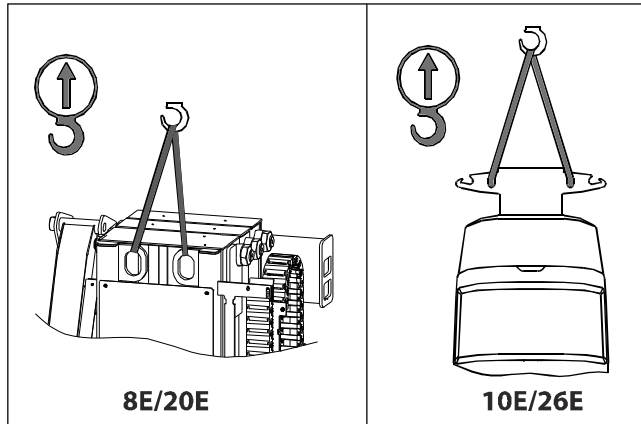

Figura 3-22. Levantamiento
- Atar todas las correas/cadenas de elevación a AMBOS salientes de elevación como se muestra en la Figura 3-22.